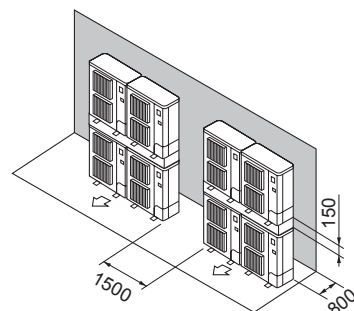

Fig. 2-18
- ⑦ Egymásra helyezett egységek (Fig. 2-18)